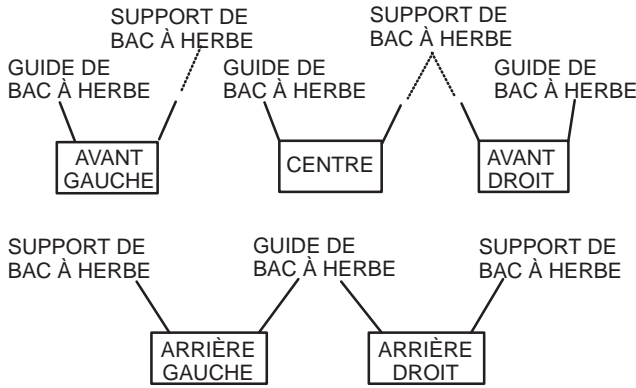
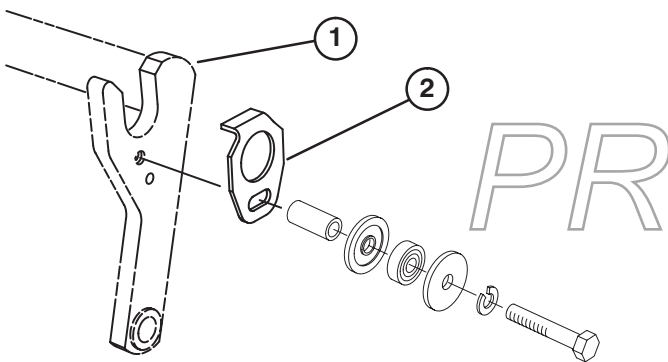
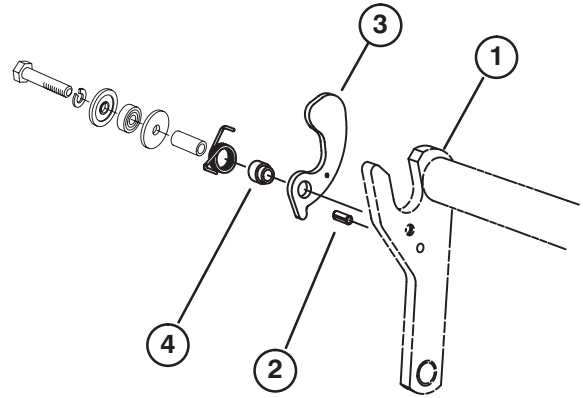
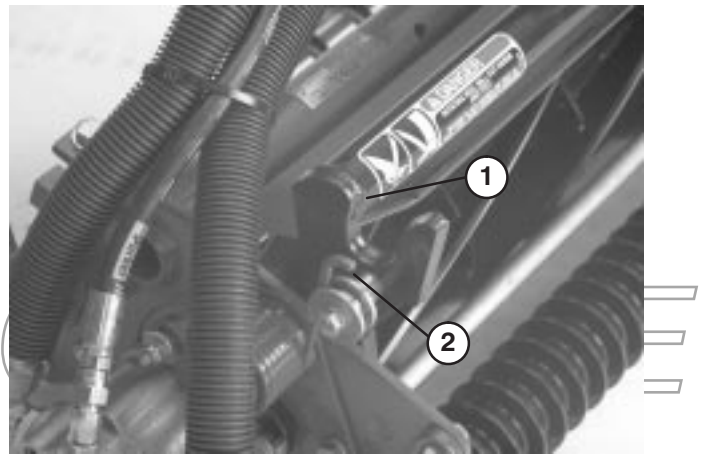

Figure 5
Figure 6
Figure 7
Figure 8
2. Si des bacs à herbe sont prévus, utilisez le tableau ci-dessous (Fig. 5) pour déterminer le point de montage des guides ou des supports des bacs sur les bâtis porteurs des plateaux de coupe. Si vous ne voulez pas monter de bacs à herbe, passez à l'étape 7.
3. Retirez les fixations qui assujettissent le kit de compensation à chaque extrémité du bâti porteur (Fig. 6 et 7) et utilisez-les pour monter les guides et les supports des bacs à herbe (plateau de coupe modèles 03506 et 03509 seulement).
4. Montez un guide de bac (Fig. 6) du côté approprié du bâti porteur de chaque plateau de coupe (voir Figure 7) au moyen d'une vis (5/16 x 1-3/4 pouce), d'une rondelle plate et d'une rondelle-frein ou des fixations retirées précédemment, comme indiqué à la Figure 6.
5. Placez une goupille cylindrique (Fig. 7) dans le trou du côté approprié du bâti porteur de chaque plateau de coupe (Fig. 5).
6. Du côté où la goupille cylindrique a été introduite dans le bâti porteur, montez un support avec une vis (5/16 x 1-3/4 pouce), une rondelle-frein, une rondelle plate, un ressort de torsion et un collier, ou avec les fixations retirées précédemment, comme indiqué à la Figure 7. Les ressorts de torsion sont différents sur les côtés gauche et droit des bâtis porteurs. Il y a 2 ressorts gauches et 3 ressorts droits. La partie la plus longue du ressort doit être positionnée en avant, comme indiqué à la Figure 8.